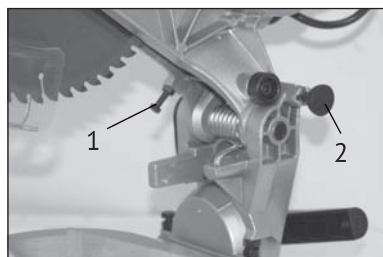

рис.6
-для облегчения транспортировки пилу следует сложить в транспортировочное состояние. Для этого следует полностью опустить режущий блок пилы и зафиксировать его в нижнем положении с помощью стопорной шпильки (рис.6 поз.2). Закрепите поворотное основание с помощью фиксирующей рукоятки;
-при необходимости, регулировка глубины пропила осуществляется специальным регулировочным болтом (рис.6 поз.1).